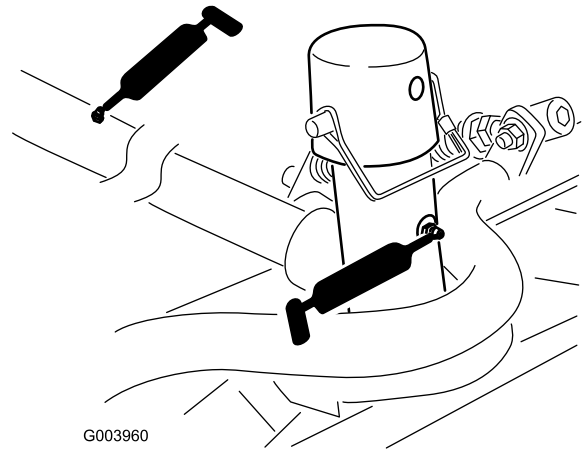

Figura 108
- Pivota și cadrul de susținere al unității de tăiere (2 pentru fiecare) (Figura 108)